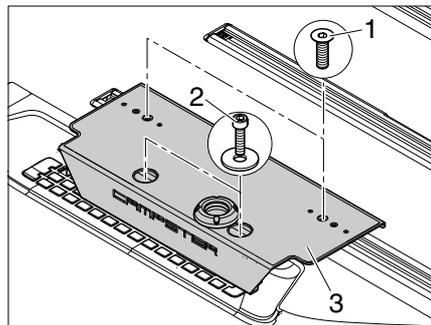

Bild 59 Küchenblockhalter
- Zwei Innensechskant-Senkschrauben (Bild 59,1) herausschrauben.
- Zwei Innensechskant-Schrauben (Bild 59,2) mit Scheiben herausschrauben.
- Küchenblockhalter (Bild 59,3) abnehmen.